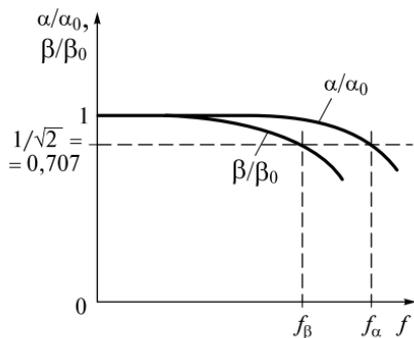

Рис. 1.8
1.16. На рис. 1.8 приведены графики зависимости относительных коэффициентов усиления по току α/α_0 и β/β_0 биполярного транзистора в функции частоты f (α — коэффициент усиления в схеме с ОБ, β — коэффициент усиления в схеме с ОЭ, α_0 β_0 — те же коэффициенты при низкой частоте).